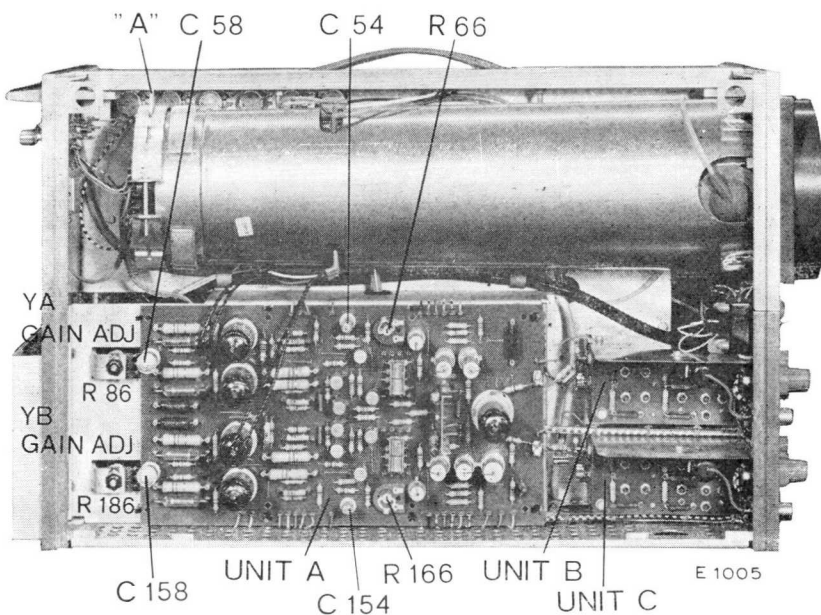

Fig. 12. Zijaanzicht (links)
5. Wanneer de nieuwe buis is aangebracht, controleren of de tijdbasislijn horizontaal loopt. Zo nodig, de buis in de juiste stand zetten met behulp van hefboom „A” (fig. 12).